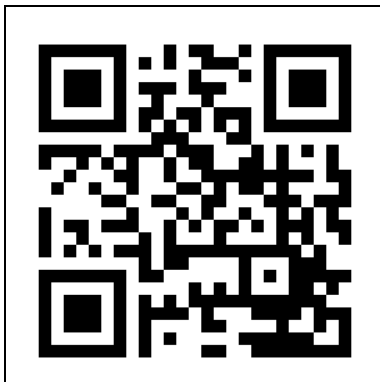

Figure 19
1. Ouvrez le manuel de l'application Eurom Smart avec le code QR (figure 19) ou allez sur [www.eurom.nl/nl/manuals](http://www.eurom.nl/nl/manuals).